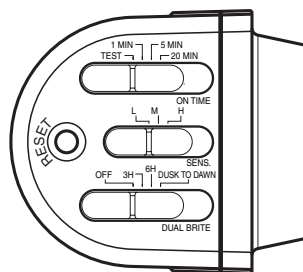

Figure 7
- Pour une installation sous l'avant-toit, assurez-vous que le capteur est situé à l'opposé du mur du bâtiment. Faites pivoter le détecteur de sorte que les commandes situées sur le dessous du détecteur (voir la Figure 7) soient face au sol.
2. Placez le commutateur de sensibilité (SENS) en position « L », le commutateur de fonctionnement (ON-TIME) en position TEST et le commutateur DUAL BRITE en position OFF (voir la Figure 7).